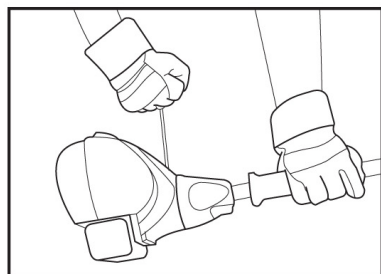

Fig. 4F
4. Ahora debe tirar de la palanca de arranque lentamente hasta encontrar resistencia y a partir de ahí dar un tirón enérgico para obtener una buena chispa (Fig. 4F). El tirón debe repetirlo unas cuantas veces hasta escuchar una primera explosión.